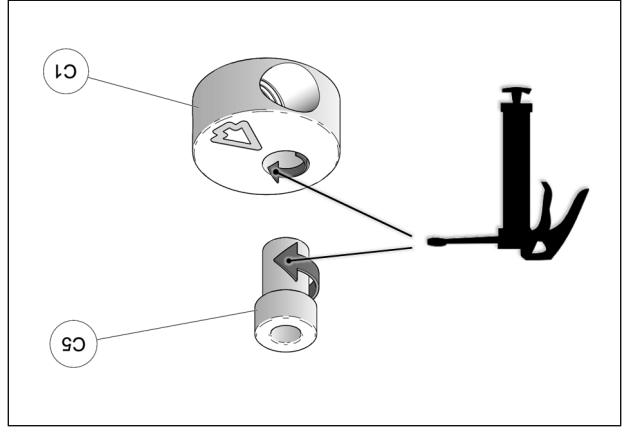

Fig. 22
13. Les bagues espacateurs (C5) doivent être graissées. Appliquer une couche de graisse uniforme sur toute la circonférence de la bague espacateur et dans le logement du disque en aluminium (C1). Fig. 22